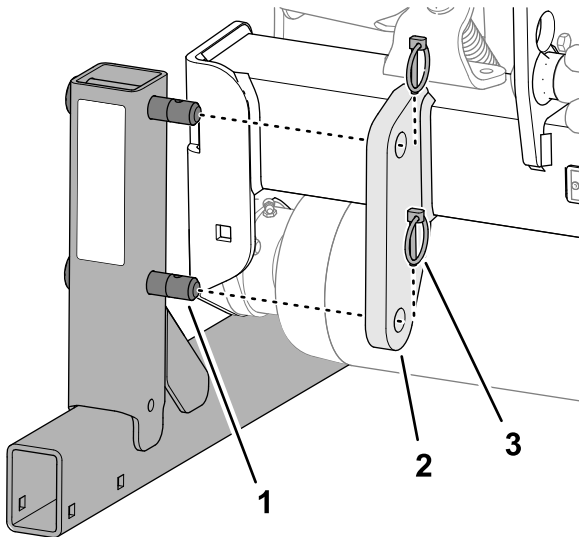

Figura 20
2. Retire los 2 pasadores de seguridad que sujetan el soporte de almacenamiento a la brida del bastidor de enganche de la máquina (Figura 20).
5. Inserte los pasadores de seguridad (incluidos con las piezas sueltas) en los pasadores del soporte para su almacenamiento (Figura 20).